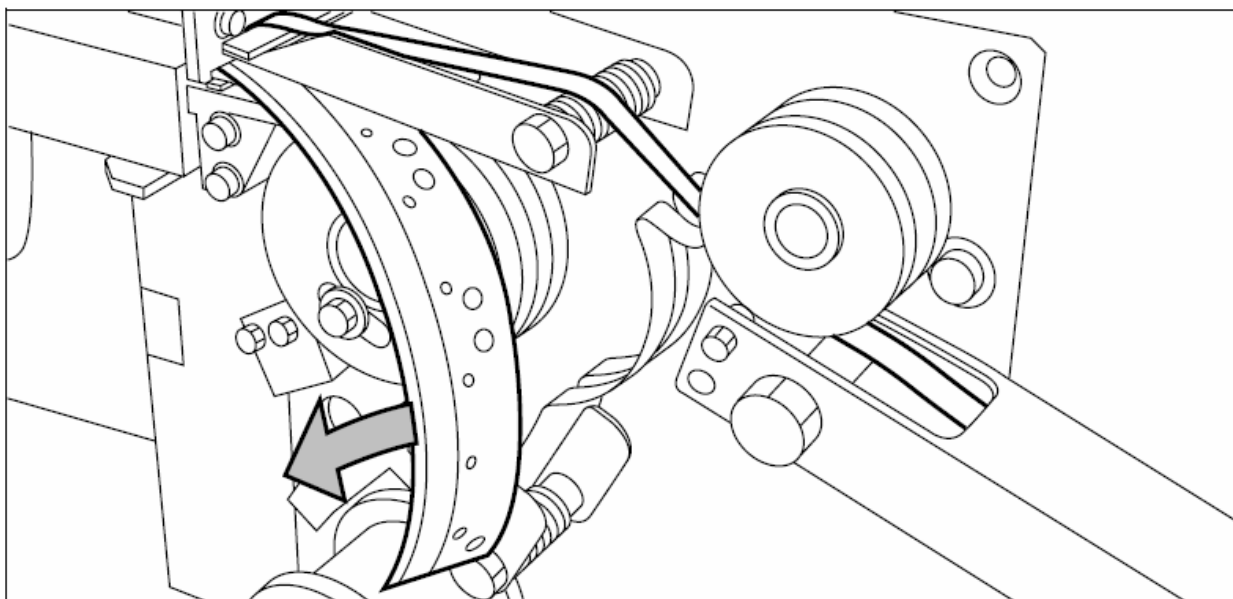

Рисунок 109. Удаление заднего конца старой самоклеящейся ленты
3. Удалите задний конец старой самоклеящейся ленты (см. рисунок 109).